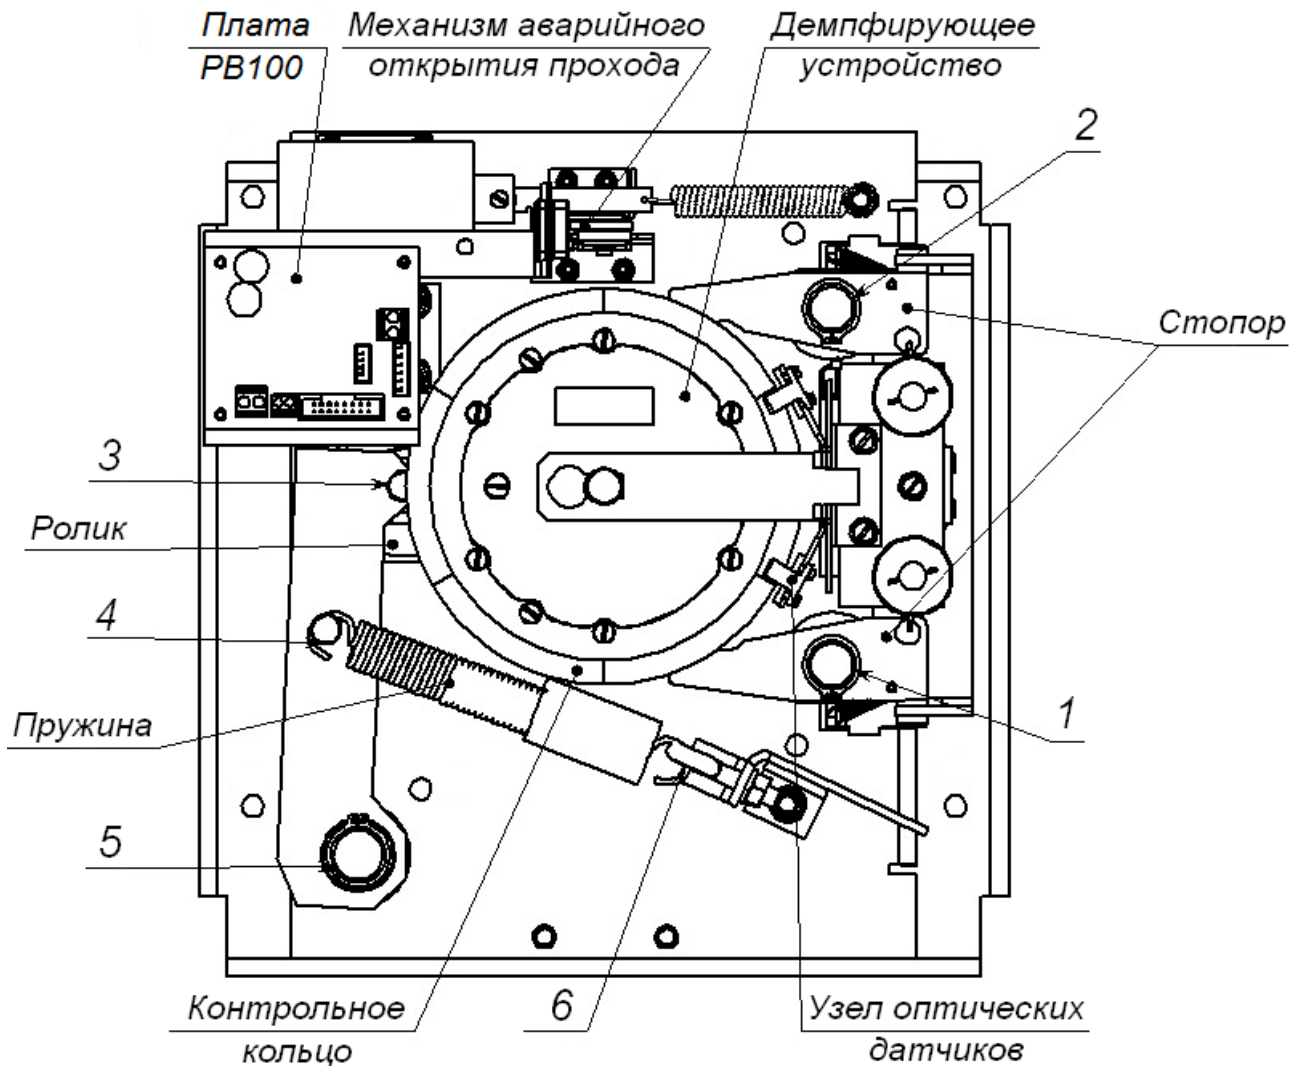

Рисунок 25. Расположение внутренних деталей и узлов стойки ЭП
6. Осмотрите устройство доворота (толкатель, пружины и ролик), оптические датчики угла поворота преграждающих планок и демпфирующее устройство (см. рис. 25).
- смазкой **Chain and Rope Lube Spray - WEICON** оси вращения рычага толкателя (5, рис. 25) ролика и стопоров (1, 2, 3, 5, рис. 25);
- смазкой ШРУС-4 точки крепления пружин доворота (6, 4, рис. 25),
12. Проверьте крепление преграждающих планок (4) в шарнирных узлах маховика и, при необходимости, подтяните крепежные винты.